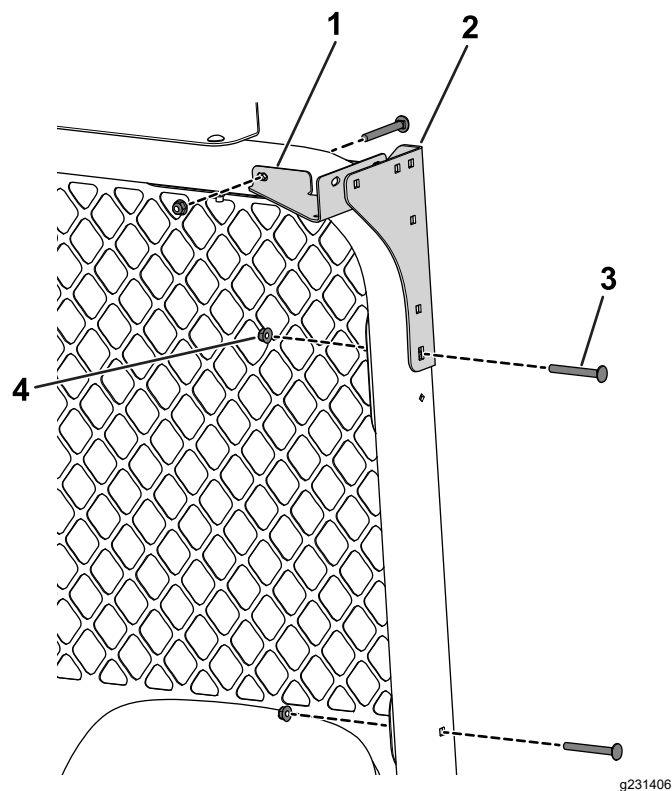

図 34
6. キャリッジボルト5/16 x 2 3/4 インチ4本とフランジナット5/16 インチを使って、日よけの後取り付けブラケットと後コーナーガセットを ROPS に固定する図 34。
7. キャリッジボルト (5/16 x 2-3/4") 2本とナット (5/16") 2個を使って、リアスクリーンをロールバーに固定する (図 34)